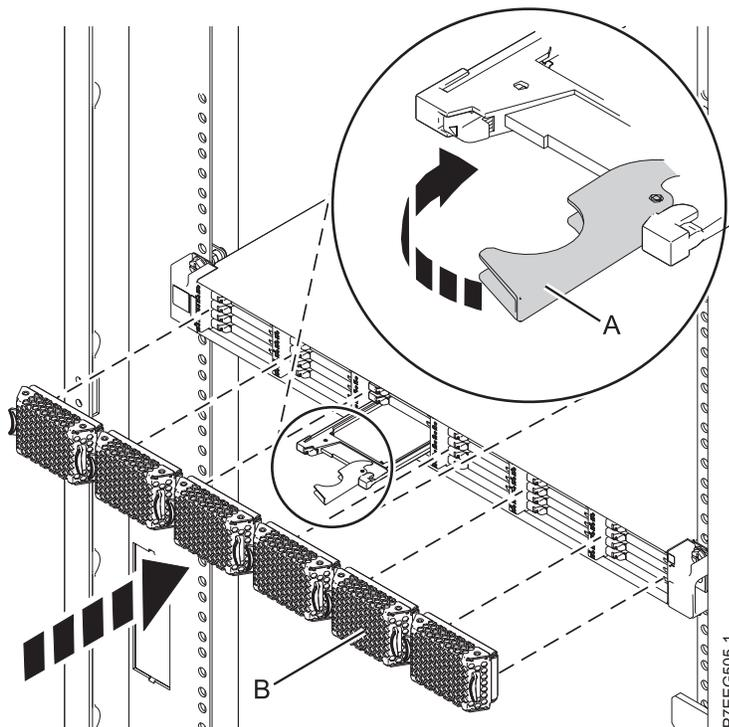

Abbildung 4. Solid-State-Laufwerk in PCIe-Speichereinheit EDR1 installieren
1. Der Griff muss in der entriegelten Position stehen, während Sie das Solid-State-Laufwerk an den Führungsschienen im Gehäuse ausrichten. Siehe Abb. 4 auf Seite 11.